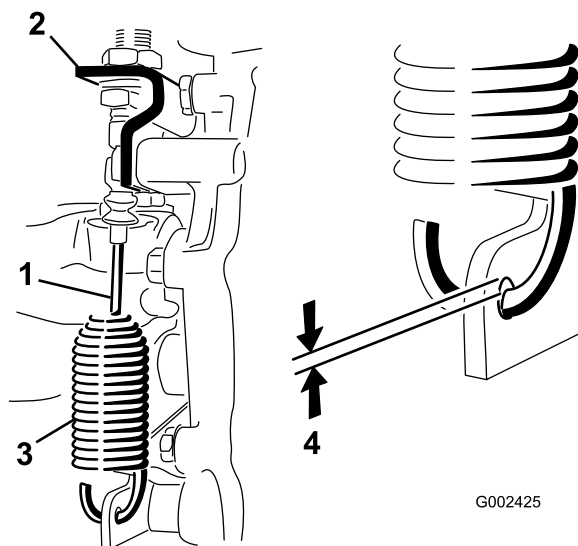

Figura 56
2. Alivie as porcas de segurança que fixam o cabo de bloqueio do diferencial ao suporte da transmissão (Figura 56).